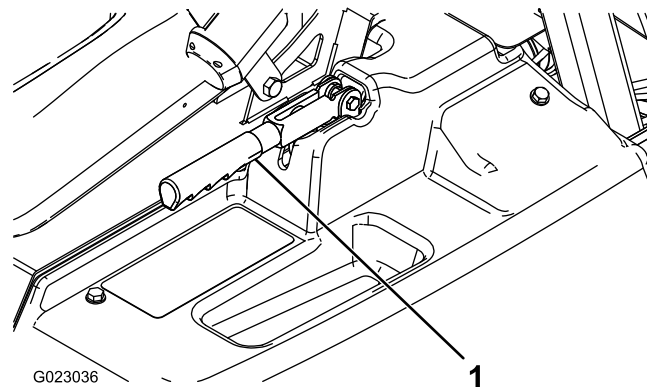

Figure 53
2. Desserrez la vis qui fixe le bouton sur le levier du frein de stationnement (Figure 53).